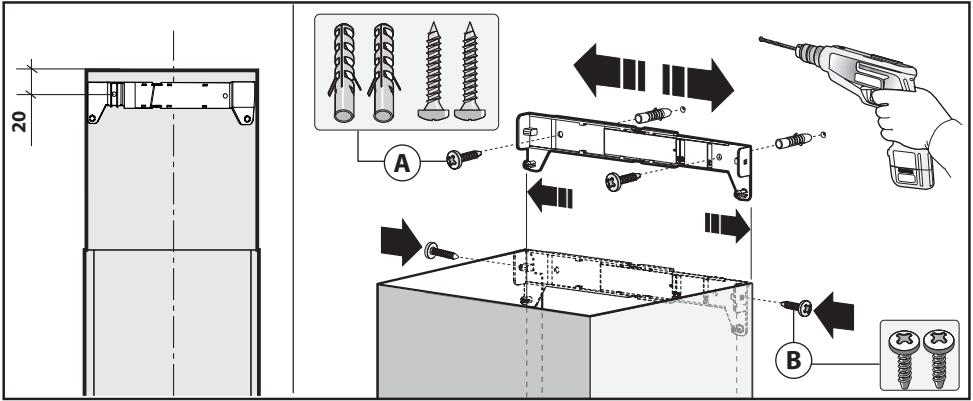
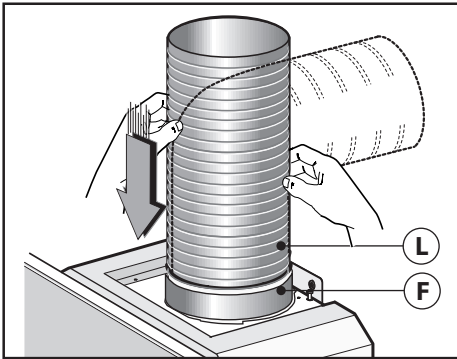
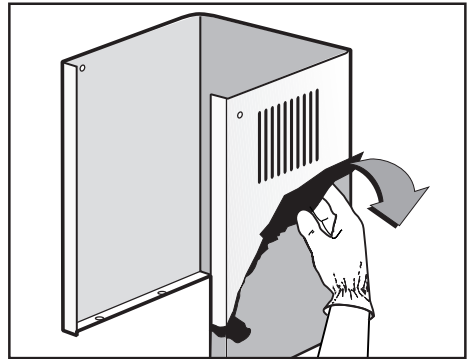

Fig.7
Fig.8
Fig.9
- Regolare la larghezza della staffa di supporto del camino decorativo superiore (Fig.7). Successivamente fissarla alla parete in modo che sia in asse con la vostra cappa tramite le viti **A** e rispettando la distanza indicata in (Fig. 7). Collegare, mediante un tubo flessibile **L**, la flangia **F** al foro evacuazione aria (Fig.8). Togliere la pellicola protettiva al camino indossando dei guanti e facendo attenzione a non rigarlo (Fig.9).
- Sfilare il camino decorativo superiore fino alla staffa e fissarlo tramite le viti **B** (Fig.7).